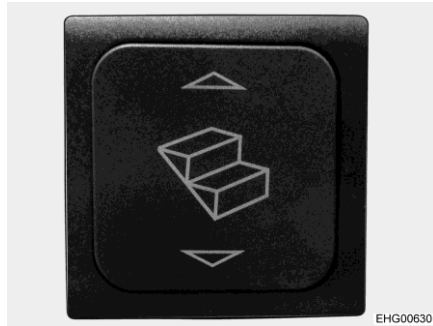

Bild 3 Vippkontakt fotsteg
- Köra ut:** ■ Tryck nedtill på vippkontakten (Bild 3) tills fotsteget har körts ut helt.
- Köra in:** ■ Tryck upptill på vippkontakten (Bild 3) tills fotsteget har körts in helt.